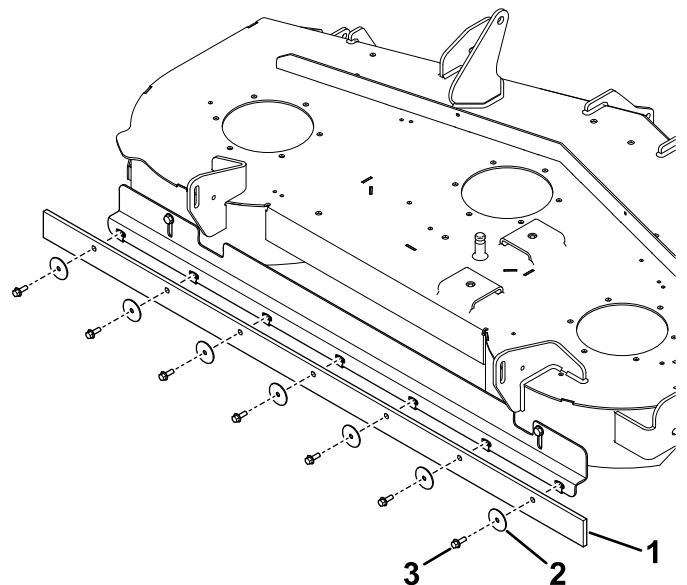

**Figure 4**
6. Placez le racloir de sorte que le bord en caoutchouc soit à l'avant et la partie renforcée à la fibre de verre soit à l'arrière (Figure 4).